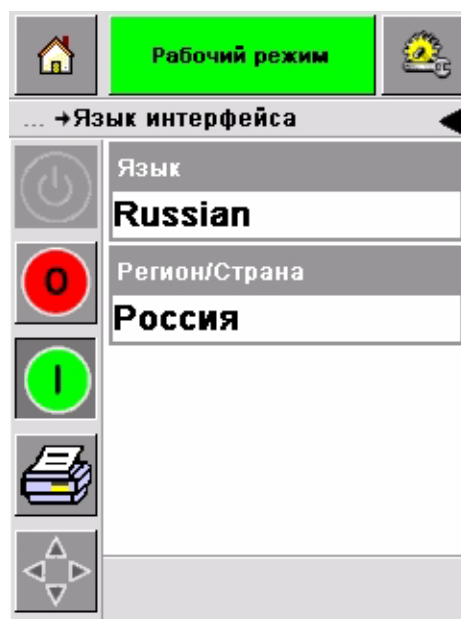

рисунок 3-10: Язык и регион.
- 4 Нажмите и выберите из списка графу "глобализация". Текущие язык и регион отображаются, как показано на Рисунок 3-10.